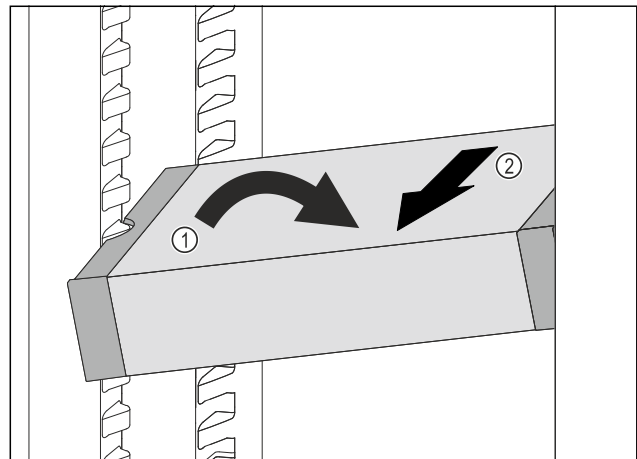

Fig. 64
- ▶ VarioSafe im Kühlteil schräg stellen. Fig. 64 (1)
- ▶ VarioSafe nach vorne entnehmen. Fig. 64 (2)